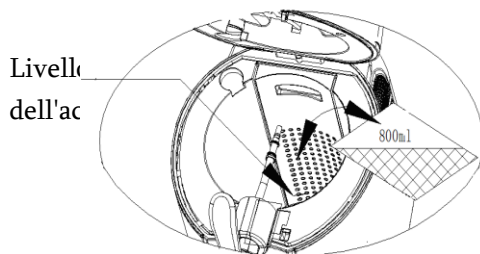

Figura 8
5. Inserire 800ml d'acqua nella cavità di raffreddamento o versare l'acqua fino al segno max (Come in figura 8) (Può funzionare senza acqua, ma non sono garantite le migliori prestazioni)